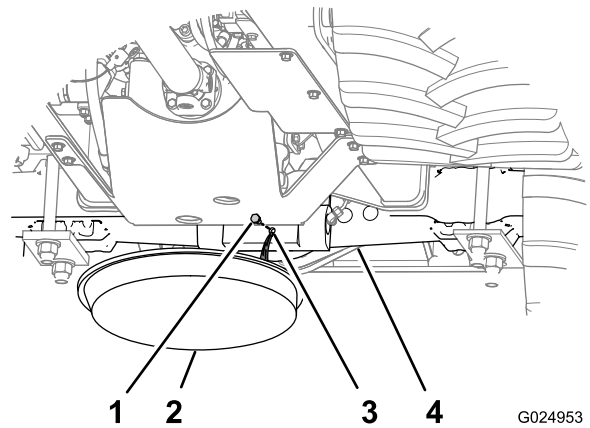
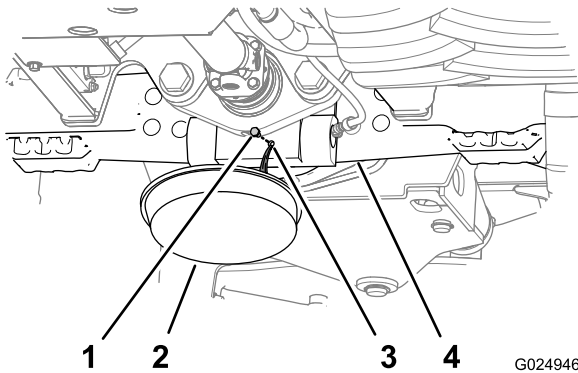

Figura 94
Figura 93
1. Coloque un recipiente de vaciado debajo de la caja de piñones del eje (Figura 93 y Figura 94)
2. Retire los tapones de la mirilla y del orificio de vaciado de la caja de piñones de los ejes (Figura 93 y Figura 94).